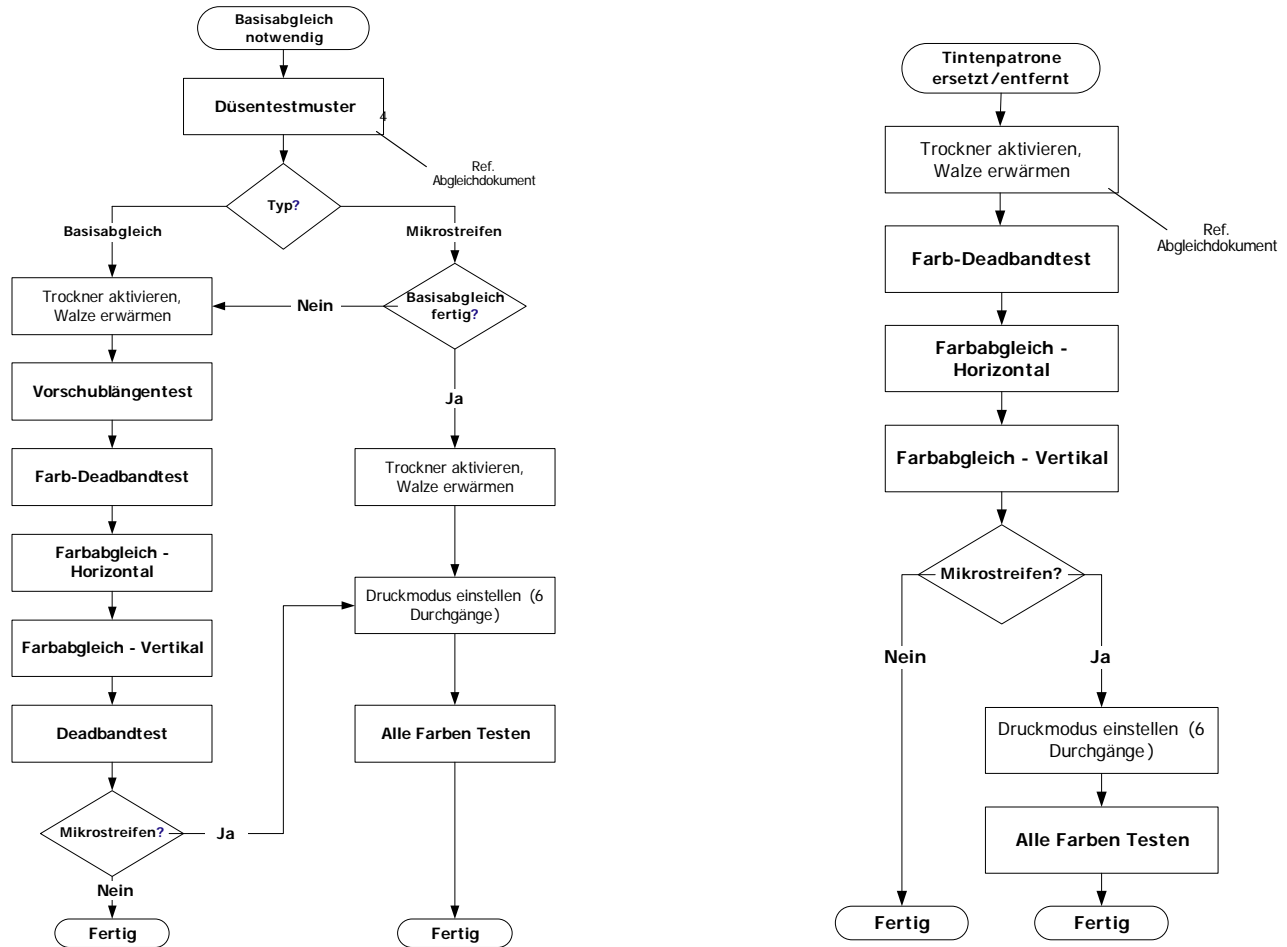

Abbildung 1: Flussdiagramm für den allgemeinen Ausgleich    Abbildung 2: Abgleich nach Entfernen/ Installieren einer Tintenpatrone
- Zum allgemeinen Abgleich das Flussdiagramm in Abbildung 1 verwenden.